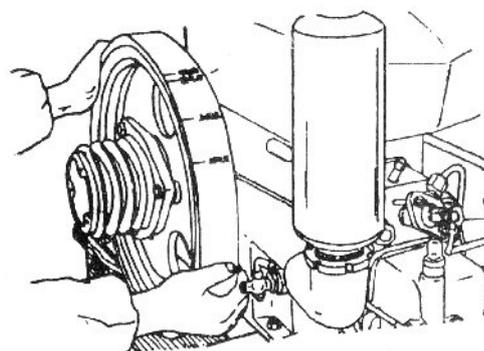

Fig. 9- Girar o volante para a posição T. D. C. exigida
4. Girar o volante até não conseguir mais. Depois empurrar a alavanca de descompressão para baixo e continuar a girar o volante até a linha marcada no volante corresponder à linha marcada no radiador (Fig. 9), de modo que as válvulas de admissão e descarga ficam ajustadas na condição fechada e o pistão fica ajustado na posição central neutra no curso de compressão para evitar a entrada de qualquer poeira no cilindro.
2. Girar o volante até a marca T na sua periferia coincidir com a linha marcada no radiador para ajustar o pistão no ponto morto superior no curso de compressão. (Fig. 9).